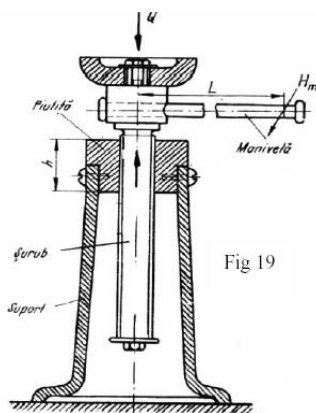

Fig 19
- Surub rotativ deplasabil prin translație și piulita fixă (cricuri simple fig 19) ;